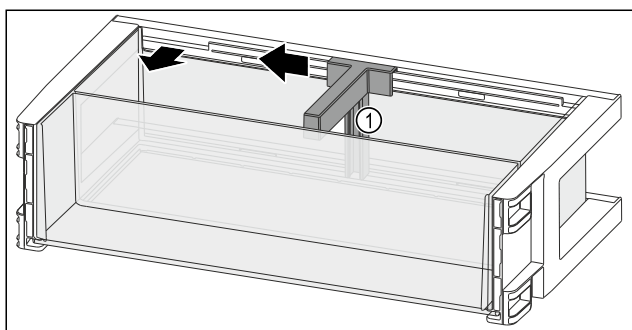

Fig. 115
- ▶ Potlačte držiak fľaš Fig. 115 (1) až k vybraniu do strany.
- ▶ Odoberte držiak fľaš Fig. 115 (1).